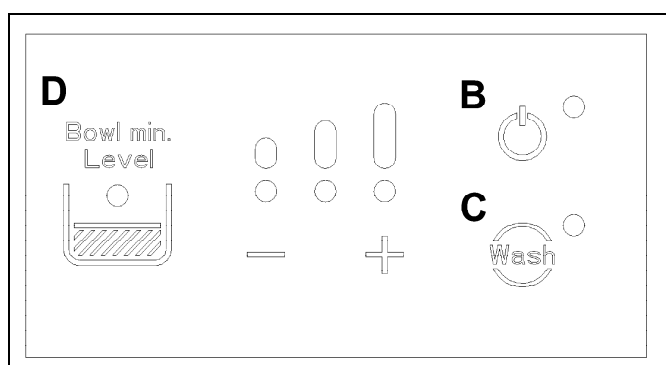

Fig. 9
- Selezionare la modalità di funzionamento desiderata dal pannello comandi (fig.9)
- Per attivare l'impianto frigorifero in modalità raffreddamento spingere il tasto accensione B sul pannello comandi (fig. 9).
- Per variare la consistenza del prodotto, agire sui tasti + e - della pulsantiera di comando (fig.9), agendo sul + si vedranno aumentare i LED accesi e di conseguenza la consistenza impostata aumenterà; agendo invece sul -, si vedranno diminuire i LED accesi con conseguente calo della consistenza (fig.9).